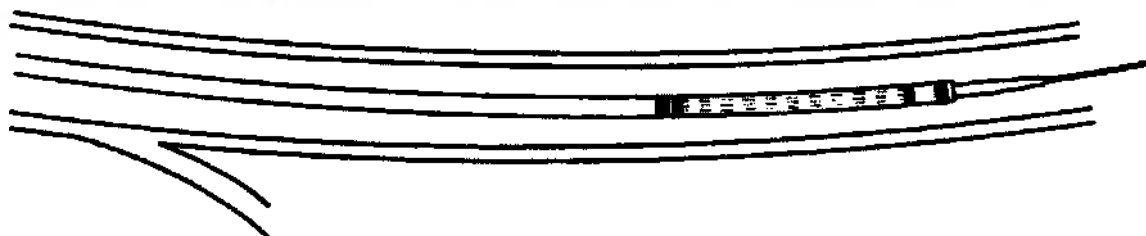

Рис. 4
5. Под рентгеноскопическим контролем продвигайте систему доставки по проводнику диаметром 0,89 мм (0,035 дюйма) через интродьюсер до тех пор, пока дистальные золотые рентгеноконтрастные метки на стенте не пройдут за пределы целевого пораженного участка (**Рис. 4**).